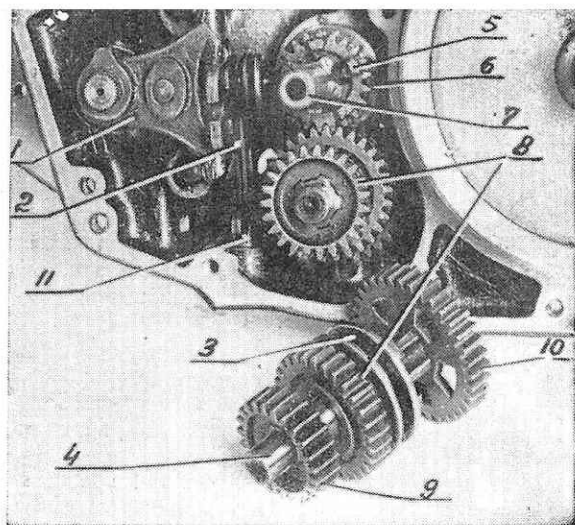

Рис. 14.
Перемещение шестерен (6), рис. 12, осуществляется поворотом сектора переключения (2) рис. 14, на котором сидит кулачок входящий в кольцевую выточку (3) подвижной шестерни (8) промежуточного вала.
Поворот сектора переключения (2) производится педалью (6) рис. 1, закрепленной на валике переключения (24) рис. 5, и собачкой (43) рис. 5 (1 рис. 14), связанной с валиком переключения внутри коробки.
В эти выемки заходит шарик фиксатора (11) рис. 14, предохраняющая каретку от самовыключения.